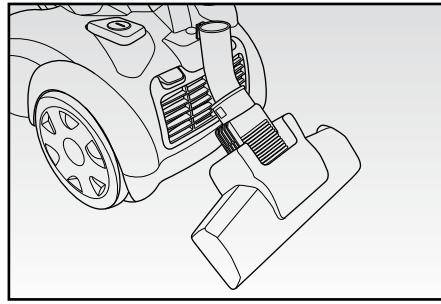

Fig. 5
Riporre quindi l'apparecchio, inserendo eventualmente la spazzola pavimenti (N) nel relativo gancio posto nella parte posteriore dell'apparecchio (Fig. 5).